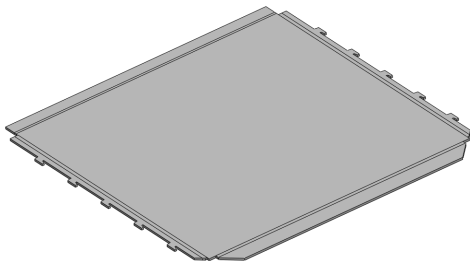

图 13-73 创建镜向实体特征
(4) 单击【镜向】按钮，弹出【镜向】属性管理器，在绘图区中，选择上视基准面为镜向面，选择薄片特征和线性阵列特征为镜向特征，单击【确定】按钮，创建镜向特征，如图 13-73 所示。